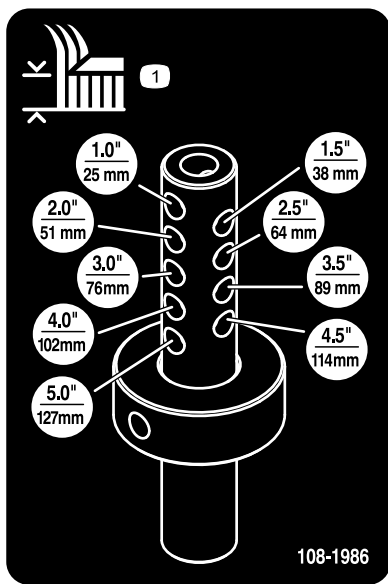

図 10
6. 刈高ロッドについている刈高穴から希望する刈高を選び、そこに刈高カラーをセットする (図 10)。